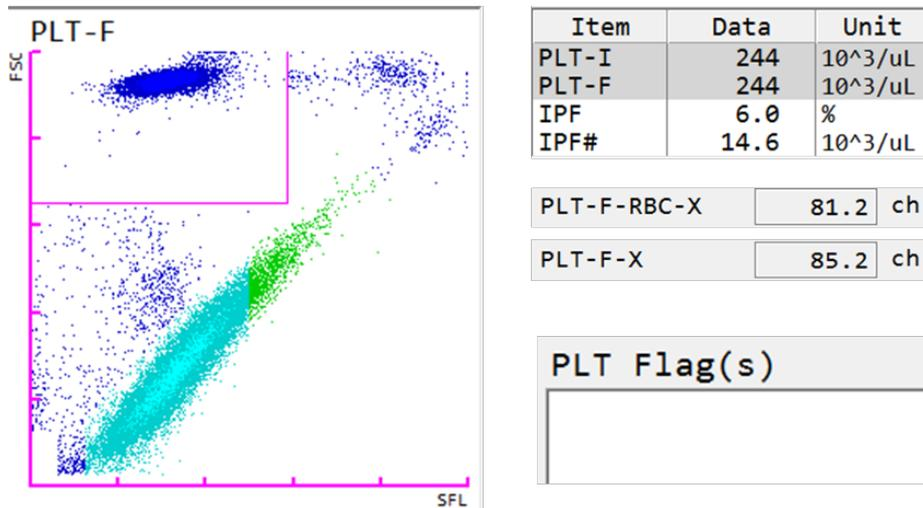

Fig. 1: Campione con classificazione PLT-F corretta e normale intensità di fluorescenza
- Dopo aver eseguito la procedura di sostituzione del reagente, analizzare almeno cinque (5) campioni di sangue umano fresco e verificare lo scattergram delle PLT-F (vedi Fig.1 e Fig.2) per assicurarsi che il reagente sia stato sostituito correttamente